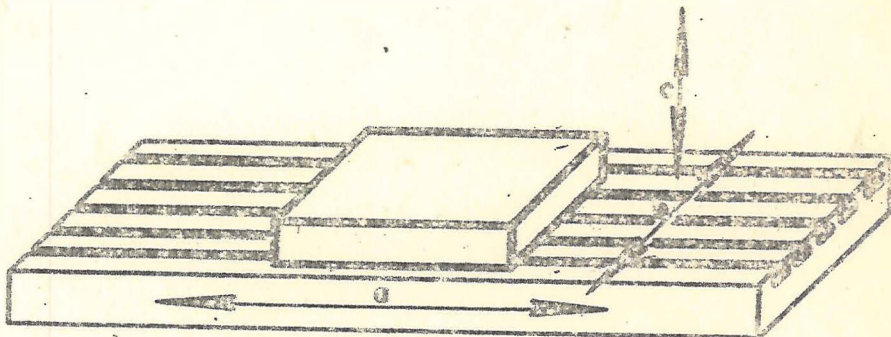

Fig. 2
- Todas estas máquinas están provistas de 3 movimientos (Fig. 2).